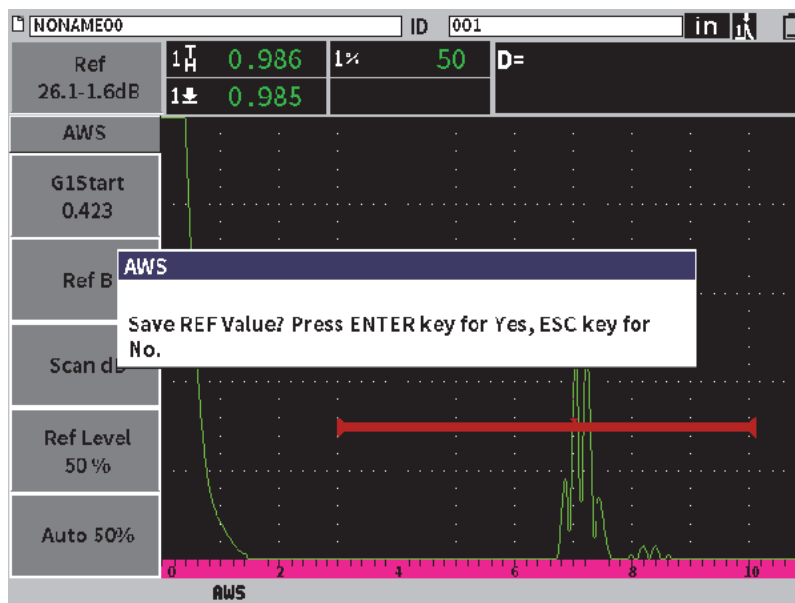

Рис. 11-26 Диалоговое окно AWS Опорн. В
- 9. Нажмите клавишу Tab, чтобы выделить **Опорн. В**, затем нажмите клавишу Enter, чтобы установить значение **Опорн. В** для начала контроля AWS (см. Рис. 11-26 на стр 211).